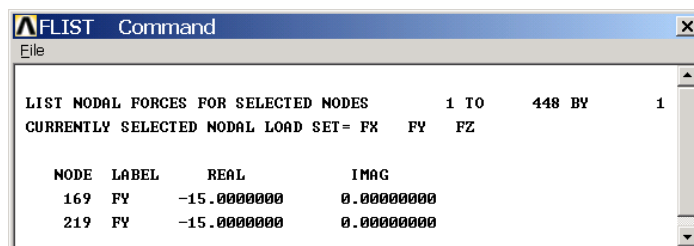

图5.27 列表显示节点上的集中力
(4) 单击【Utility Menu】|【List】|【Loads】|【Forces】|【On All Nodes】菜单，将列表显示节点上集中荷载值，如图 5.27 所示。可以看出，力的大小都缩小为原来的 0.5 倍了。